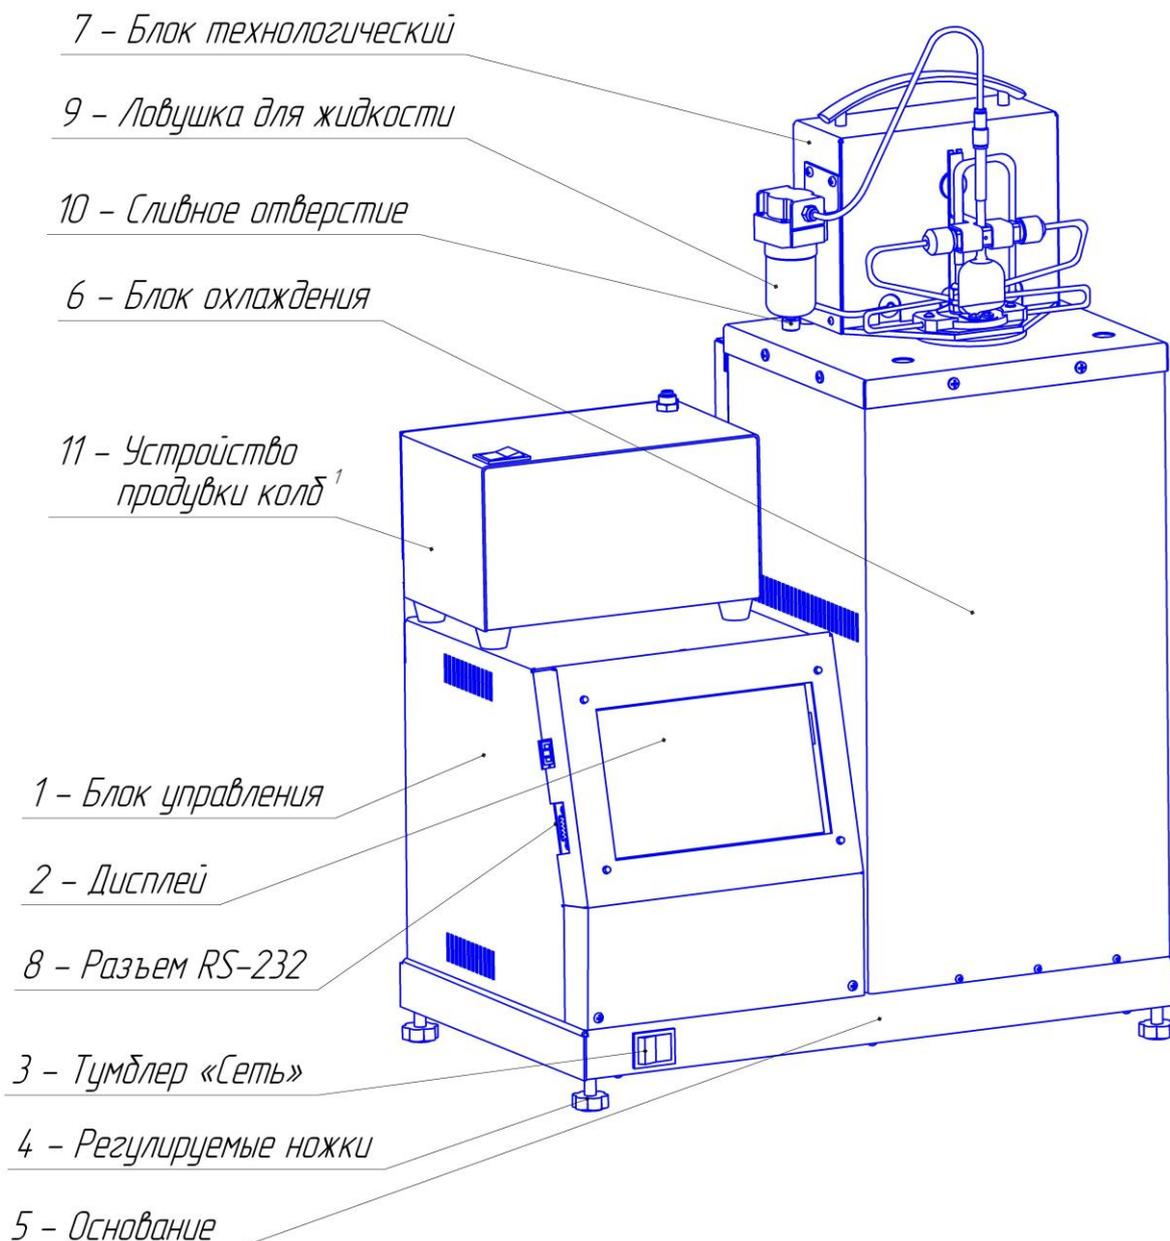

Рисунок 1 – Общий вид аппарата
- поверхность установки должна быть горизонтальной, в противном случае, вращением регулируемых ножек (рисунок 1 на странице 4) необходимо добиться горизонтального положения аппарата с помощью уровня.
3.3.1 Подключить аппарат к сети питания, включить его тумблером «Сеть» (рисунок 1 на странице 4).
- 3) режим работы аппарата – непрерывный. После окончания работы аппарат выключается тумблером «Сеть» (рисунок 1 на странице 4);
Для осуществления сушки также может использоваться устройство продувки колб (рисунок 1, позиция 11). При использовании этого устройства сушка идет эффективнее и быстрее. Перед